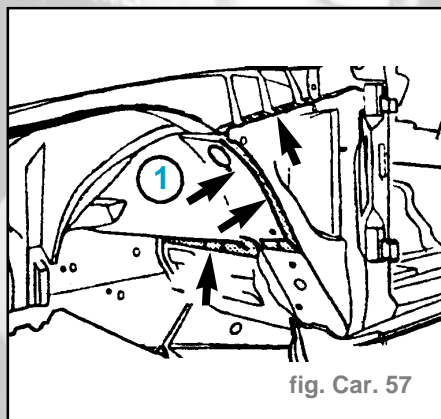

fig. Car. 57
fixation du tube d'écoulement d'eau (1) et la fraiser (fig. Car. 57)
**Remarque :** Sur les véhicules équipés du toit ouvrant relevable, ajuster la fixation du tube d'écoulement d'eau (1) et la souder (fig. Car. 57)